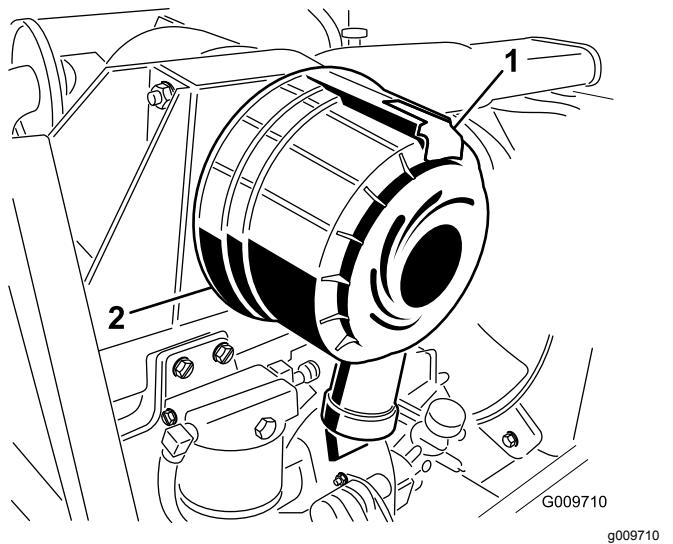

Bild 50
1. Ziehen Sie den Riegel nach außen und drehen Sie die Luftfilterabdeckung nach links (Bild 50).